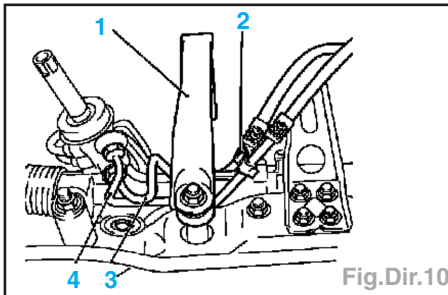

Fig.Dir.10
- Déposer le support AR (1) du bloc amortisseur de moteur, les supports (2), la conduite de pression (3) et la conduite de retour (4) (Fig.Dir.10).